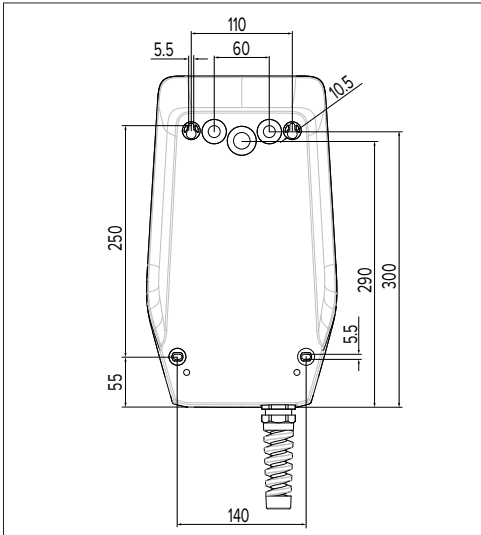

Fig.: 6. Bore mål [mm]
Ved veggmontering må posisjonen til tilførselsledningen bestemmes ved hjelp av den vedlagte boremalen eller ved hjelp av bildet "Fig.: 6. Boremål [mm]". Kabelinnføringer finnes på baksiden, oversiden og undersiden.
- ▶ Marker hullene ved hjelp av den vedlagte boremalen eller ved hjelp av bildet "Fig.: 6. Bore mål [mm]". Pass på at det blir vannrett.